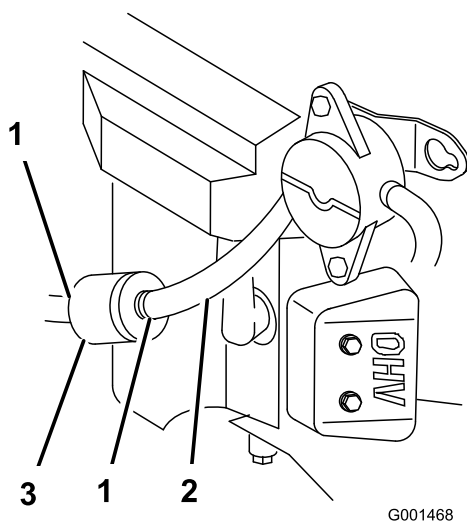

Figure 42
4. Pincez les extrémités des colliers et faites glisser ceux-ci pour les éloigner du filtre (Figure 42).